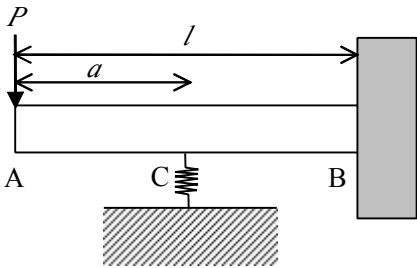

図2-1
2-1. 図2-1に示すように、長さ l の片持ちはりの自由端 A 点に集中荷重 P が作用しており、はり固定端 A 点から a の位置 C でばね係数 k のばねに支えられている。このとき、以下の各問いに答えよ。ただしはりの曲げ剛性を EI とする。
- (3) 図2-1に示すはりの実際の点 C のたわみは $y_C = y_{C1} + y_{C2}$ である。また、ばねの法則より $R_C = ky_C$ でなければならない。これらのことより R_C を求めよ。
- (4) 図2-1の状態では R_C を求めて、(3)の結果と一致することを確かめよ。